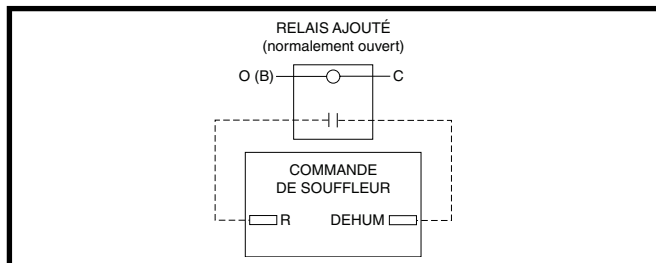

Figure 26. Configuration de câblage DEHUM sans humidistat
- Si aucun humidistat n'est à disposition, il est possible de brancher les bornes **R** et **DEHUM** par l'entremise d'un relais normalement ouvert fourni sur place. Consulter la Figure 26 (page 26). Les bornes **R** et **DEHUM** doivent être branchées aux bornes du relais normalement ouvert. Les bornes **O (B)** et **C** doivent alors être branchées à la bobine du relais. Cette option fait en sorte que le souffleur fonctionne à un débit (m^3/min) réduit pendant 10 minutes après un appel de refroidissement.